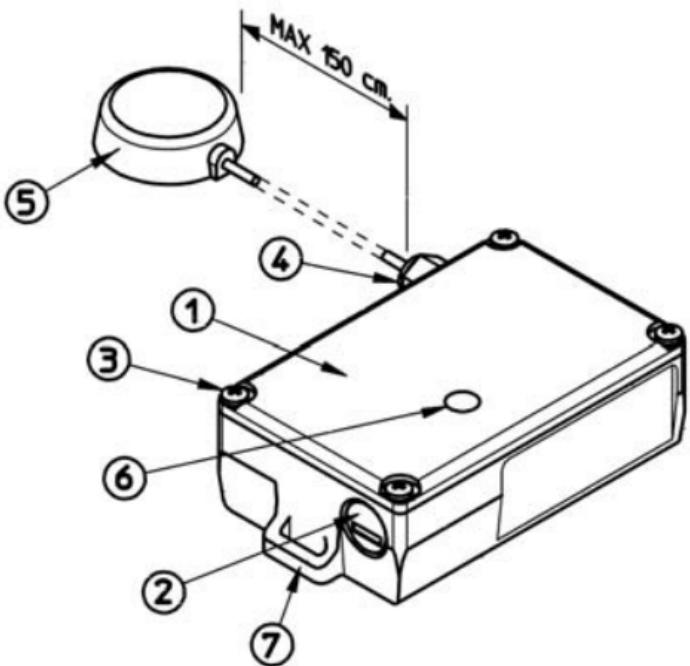
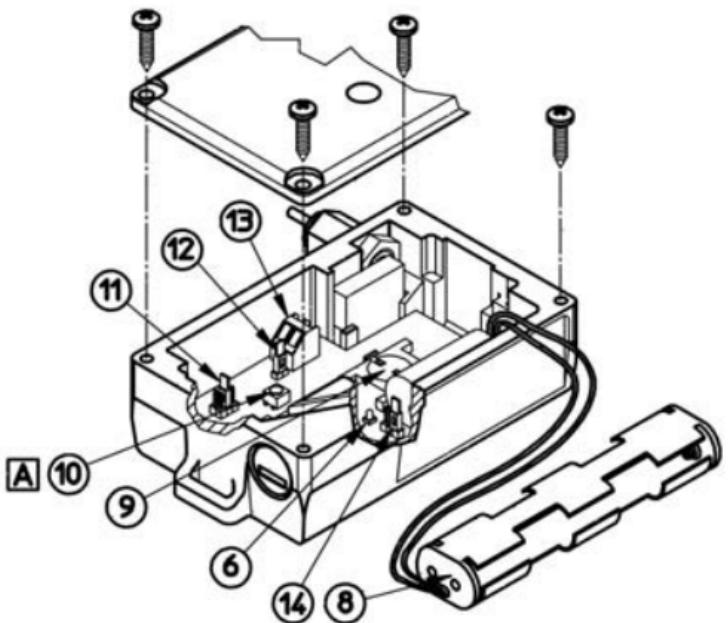

Fig. 1
Fig. 2
(vedi Fig. 1 a pag. 4 e Fig. 2 a pag. 5)
- a) Con il Modulo acceso (chiave ruotata in senso orario) e dopo aver ricevuto la chiamata di corretto funzionamento, tenere premuto il tasto A di Fig. 2 a pag. 5 ed attendere un lampeggio del LED rosso.